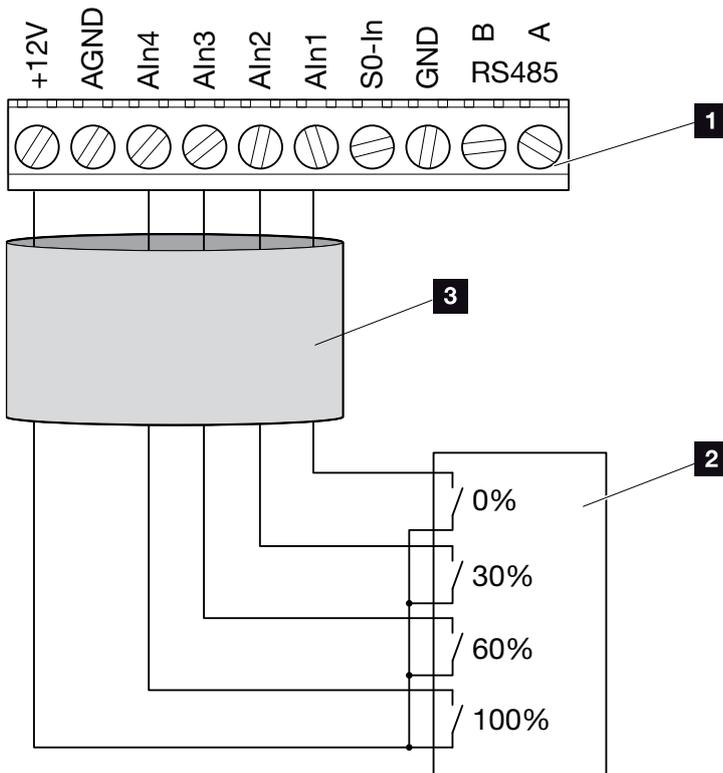

Fig. 58: Ligação do recetor de telecomando centralizado
2. Ligue todos os inversores através das ligações Ethernet (RJ45) com um cabo Ethernet ou através de RS485.  **Fig. 58**
3. Ligue o recetor de telecomando centralizado ao inversor Master  **Fig. 58 pos. 1** no borne de ligação (10 polos).  **Fig. 58**
O recetor de telecomando centralizado deve ser ligado exclusivamente ao inversor Master.  **Fig. 58**